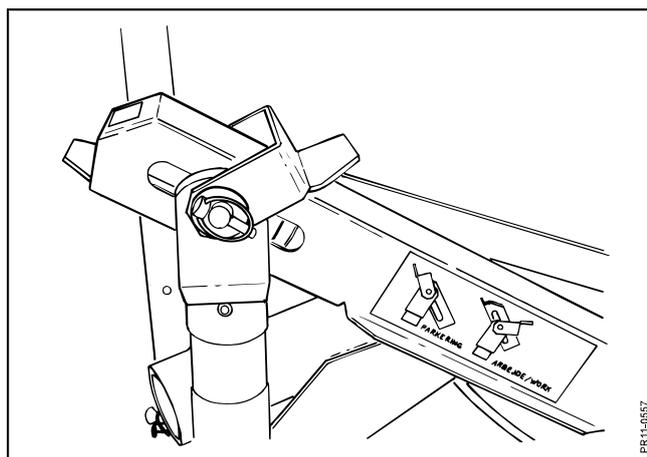

Abb. 3-12
- Abb. 3-12** - Die Parksperre aktivieren.